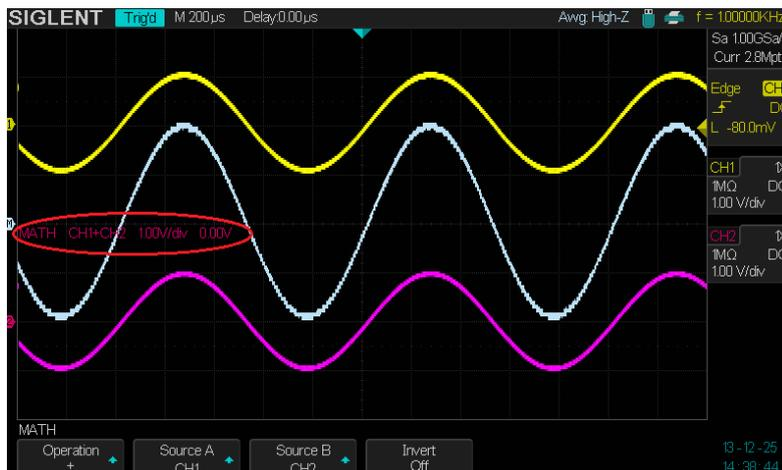

Рис. 12.9. Результат сложения от источников КАН1 и КАН2.
5. Результат математической операции – осциллограмма белого цвета с индексом «М» (рис. 12.9). Вертикальный масштаб математической осциллограммы отображается в средней части экрана (на рис. 12.9 выделено красным):